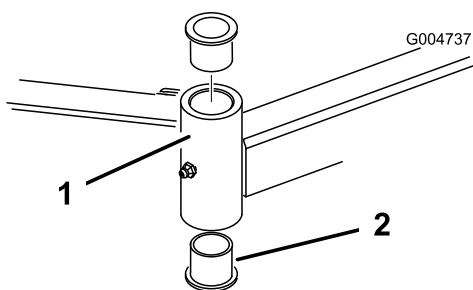

Figura 105
4. Inserite un punteruolo nella parte superiore o inferiore del tubo di fissaggio, e spingete la boccola fuori del tubo (Figura 105). Estraete dal tubo anche l'altra boccola. Pulite l'interno dei tubi di fissaggio.